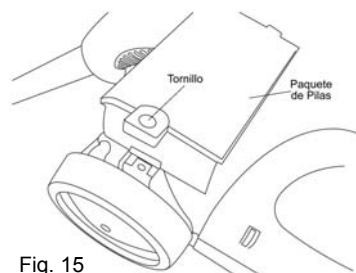

Fig. 15
2. Invierta la posición de la unidad de modo tal que se base quede orientada hacia arriba. (Fig. 15)